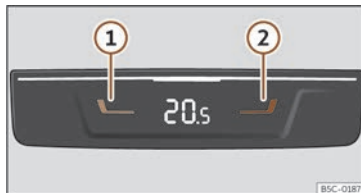

Fig. 147 Na parte traseira da consola central: mandos para as prazas traseiras.
- Prema as teclas **1** e **2** » **fig. 147** para axustar a temperatura da zona posterior.